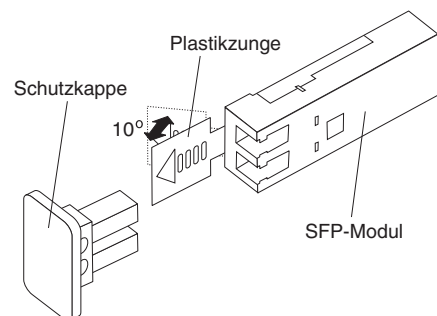

Abbildung 32. SFP-Modul mit Plastikzunge entriegeln
- a. Entriegeln Sie das SFP-Modul, indem Sie die Plastikzunge um  $10^\circ$  nach unten ziehen (siehe Abb. 32).